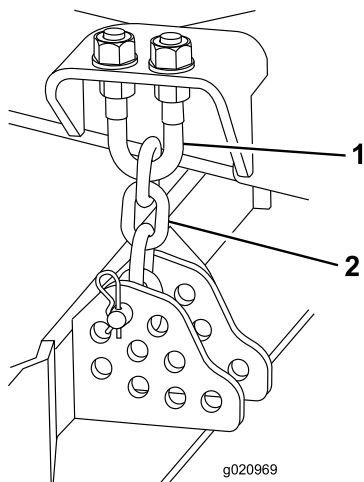

Figure 102
1. Desserrez les écrous de blocage en haut ou en bas de l'étrier fileté de la chaîne de hauteur de coupe (Figure 102).